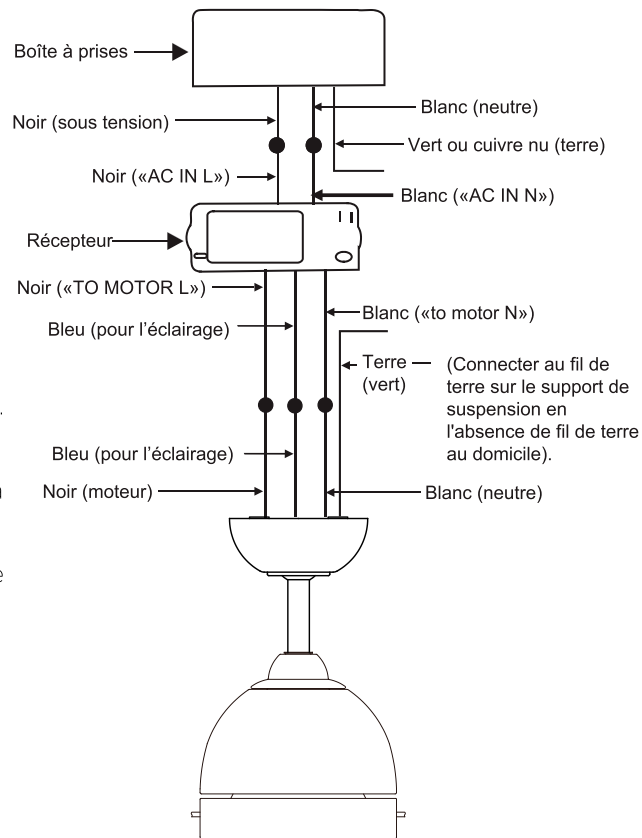

Fig. 12
## Étape 2. Connexions électriques entre le moteur et le récepteur : (Fig. 12)
**Étape 3.** (Fig. 12) Connexions entre récepteur et fils d'alimentation du domicile : Connectez le fil noir (sous tension) du plafond au fil noir marqué "AC in L" du récepteur. Connectez le fil blanc (neutre) du plafond au fil blanc marqué "AC IN N" du récepteur. Sécurisez les connexions de fils avec les connecteurs en plastique (fournis).
**Étape 4.** (Fig.12) Si la boîte à prises a un fil de masse (vert ou cuivre nu), le connecter aux fils de mise à la terre du ventilateur : en l'absence de ce fil, connecter le fil de mise à la terre du ventilateur au support de montage. Sécurisez la connexion du fil avec l'écrou en plastique (fourni). Après avoir connecté les fils, séparez-les de sorte que les fils verts et blancs se trouvent sur un côté de la boîte à prises et les fils noirs et bleus de l'autre côté.